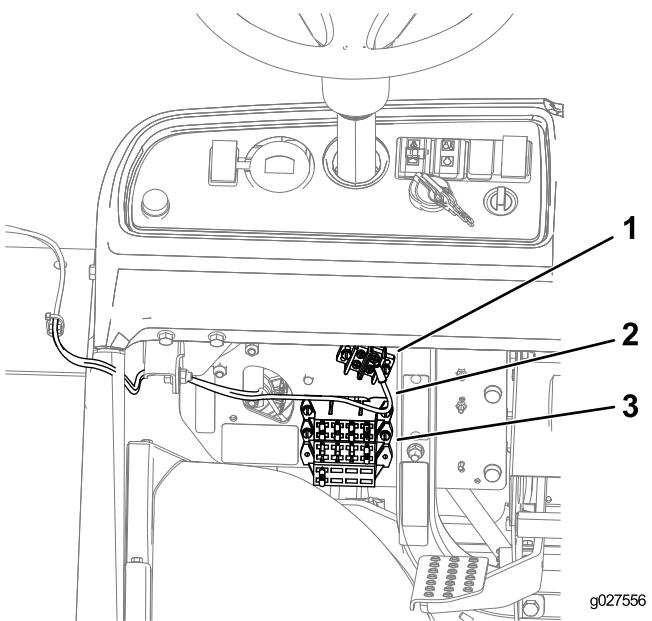

Figura 12
2. **Para máquinas Workman MD/MDX/MDXD:** Ligue o terminal de anel na cablagem ao bloco de ligação à terra e insira o conector do bloco de fusíveis numa ligação disponível do bloco de fusíveis (Figura 12).